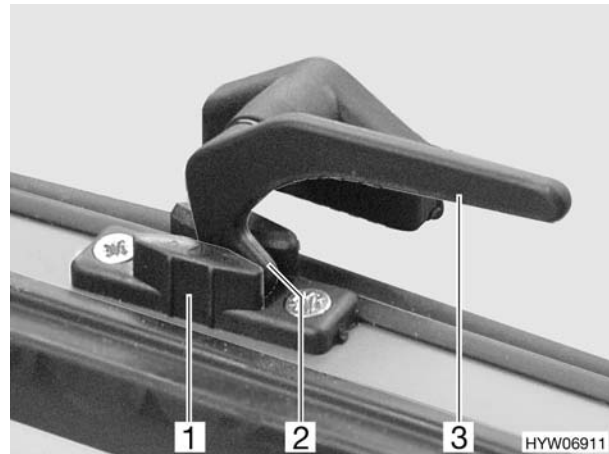

Bild 51 Ausstellfenster, Fenstergriff in Stellung "Dauerbelüftung"
- Dauerbelüftung (Bild 51)
- Fenstergriff (Bild 51,3) am Ausstellfenster öffnen.
- Fenstergriff wieder zurückdrehen. Die Verriegelungsnase (Bild 51,2) dabei in die Aussparung der Fensterverriegelung (Bild 51,1) einfahren.